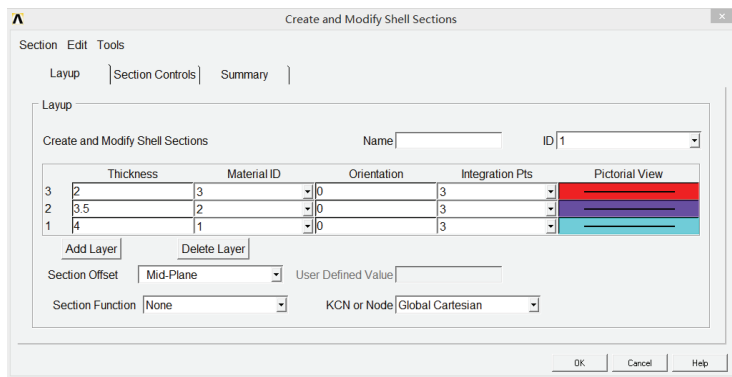

图 6-10 输入壳单元层信息对话框
11) 选择 Main Menu | Preprocessor | Sections | Shell | Lay-up | Add/Edit 命令, 出现 Create and Modify Shell Sections 对话框, 参照图 6-10 对其进行设置, 单击 OK 按钮关闭该对话框。